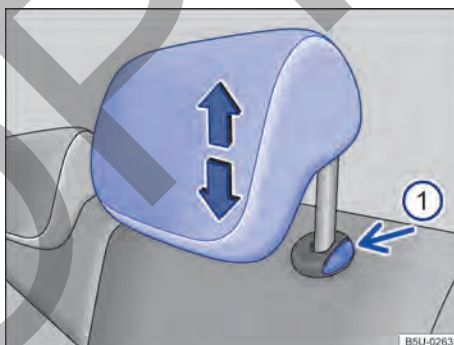

Fig. 63 Apoyacabezas traseros: desmontar.
- Presionar la tecla → fig. 63 (B) en el sentido de la flecha. Retire el apoyacabezas presionando el botón.
- Empuje el apoyacabezas hacia abajo con el botón → fig. 63 (B) presionado.